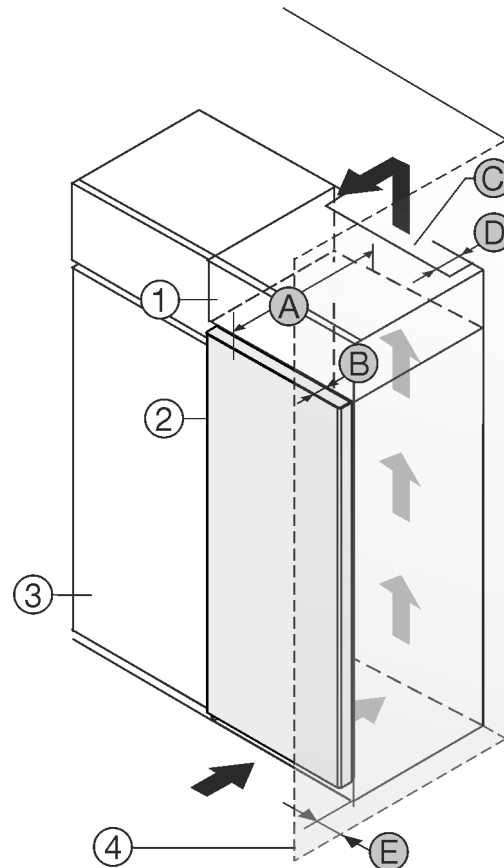

Fig. 1
Sie können das Gerät direkt neben dem Küchenschrank Fig. 1 (3) aufstellen.\*
An der Rückseite des Aufsatzschrankes muss ein Abluftschacht mit der Tiefe Fig. 1 (D) über die gesamte Aufsatzschrankbreite vorhanden sein.\*
Unter der Raumdecke muss der Entlüftungsquerschnitt Fig. 1 (C) eingehalten werden.\*
Wenn Sie das Gerät mit den Scharnieren neben einer Wand Fig. 1 (4) aufstellen, dann muss der Abstand zwischen Gerät und Wand mindestens 13 mm betragen.\*
Wenn Sie das Gerät mit den Scharnieren neben einer Wand Fig. 1 (4) aufstellen, dann muss der Abstand zwischen Gerät und Wand mindestens 20 mm betragen.\*
Damit Sie die Tür vollständig öffnen können, muss das Gerät um die Türtiefe Fig. 1 (B) gegenüber der Küchenschrankfront vorstehen. Abhängig von der Tiefe der Küchenschränke Fig. 1 (3) und Verwendung von Wandabstandshaltern kann das Gerät weiter herausragen.\*